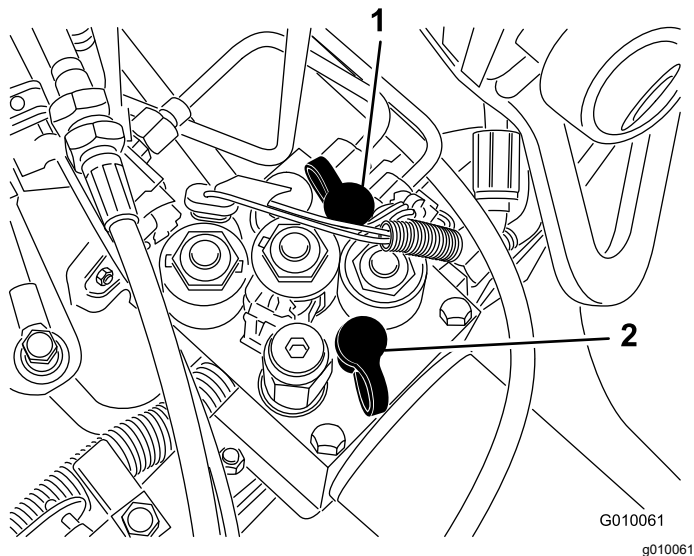

Рисунок 65
- Контрольное отверстие G 2 (Рисунок 65) служит для облегчения поиска неисправностей в нагнетательном контуре тяги.
- Контрольное отверстие G1 (Рисунок 65) служит для облегчения поиска неисправностей в нагнетательном контуре подъема.